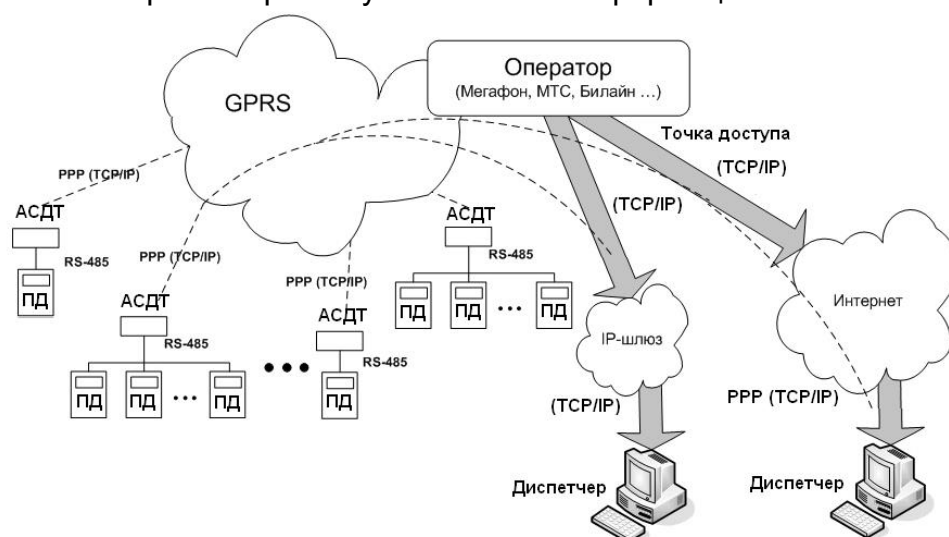

Рис.2. Схема организации обмена на основе GPRS.
1.4.2.2. Основное назначение услуги GPRS (*General Packet Radio Service*) – это обеспечение выхода мобильных устройств в Интернет. GPRS позволяет организовать передачу данных между приборами и диспетчерским компьютером на основе протокола TCP/IP, если компьютер имеет фиксированный IP-адрес. Оборудование GSM-сети используется только в моменты передачи данных, соответственно тарификация производится по объему переданной информации и затраты на передачу данных по сравнению с услугой CSD снижаются в несколько десятков раз. На рис.2 схематично показано, каким образом организуются потоки информации.